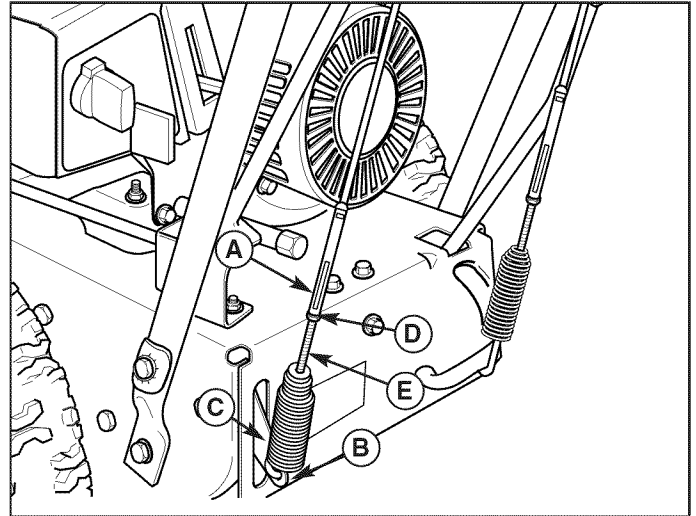

Figure 20. Einstellung des Fahrtriebs
2. Zum Einstellen der Seilzugspannung die Sechskant-Stellmutter (D, Abbildung 20) durch Fixieren der Abflachungen der Mutter (A) lockern. Die Stellschraube drehen. Die Stellschraube ist eine Kreuzschlitzschraube. Der Schraubenkopf kann durch Einführen eines Schraubendrehers durch die Feder des Fahrtriebskupplungs-Seilzugs fixiert bzw. gedreht werden.